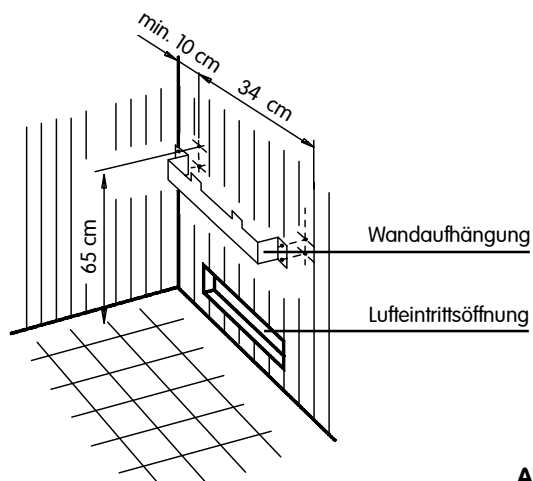

Abb. 4
4. Das Saunaheizgerät mit den Aufnahmeschlitten der Rückwand in der Wandhalterung einhängen und an den Abstandhalter anlegen (Abb. 4).